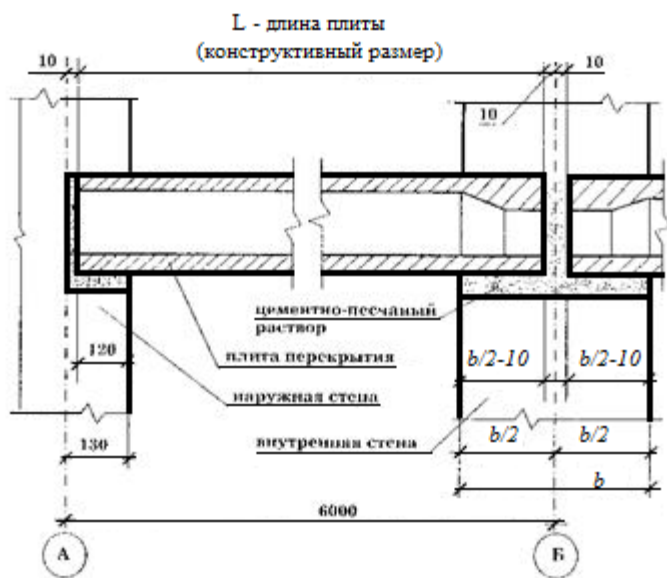

Рис.1. Привязка плит перекрытий к координационным осям несущих наружных и внутренних стен здания.
2. Выполнить привязку к координационным осям несущих и не несущих наружных стен, внутренних несущих стен с учетом опирания плит перекрытия на стены в соответствии с рис.1. Проставить размеры привязок стен к осям.